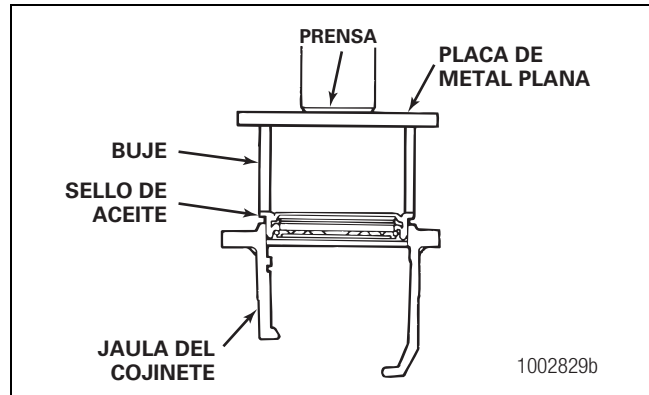

Figura 5.110
- C. Use una prensa y buje, o un mazo y buje para instalar el sello en la jaula. El sello está instalado correctamente cuando el canto de metal del sello queda sentado en la parte superior de la jaula. Figura 5.110.